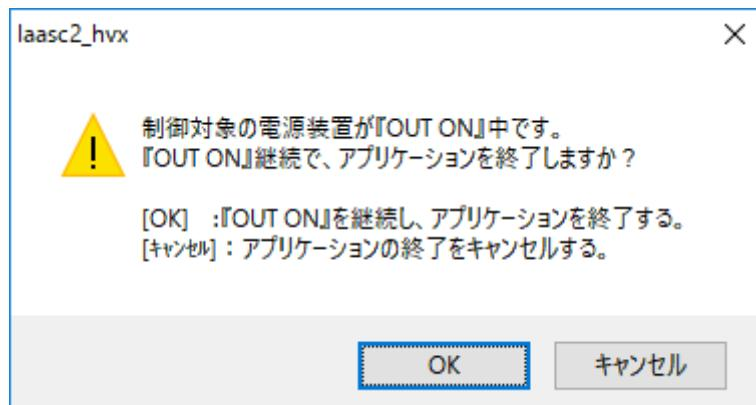

図 3-11 定值制御実行中の終了時ダイアログ
②定值制御実行中の場合、ダイアログが表示されます。(図 3-11)